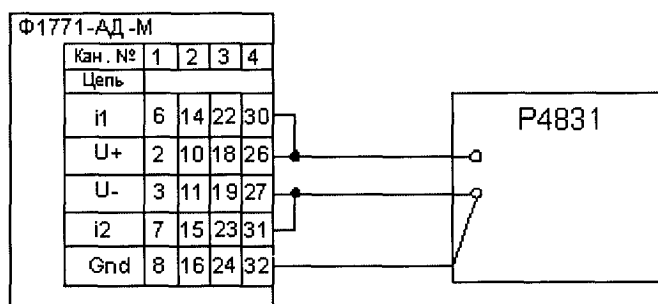
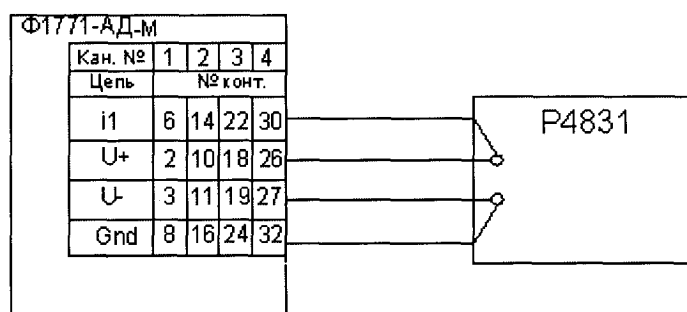

Рисунок 40 –Схема подключения входных каналов для сигналов ТС по 3-х проводной схеме.
Рисунок 41 – Схема подключения входных каналов для сигналов ТС по 4-х проводной схеме
Примечания: для сигналов от ТС допускается проверка по одной из схем включения – 3-х проводной (рисунок 40) или 4-х проводной (рисунок 41), при этом должна быть проведена настройка для соответствующей схемы включения. Для сигналов от ТП результаты измерений должны быть больше значения проверяемой точки на температуру свободных концов ТП, которая определяется в режиме "Настройка".
1) Поверку проводить для всех типов ТС, на каналах, подключаемых (в зависимости от использования при эксплуатации) по одной из схем включения – 3-х проводной (рисунок 40) или 4-х проводной (рисунок 41), при этом настройка должна выполняться для соответствующей схемы включения.